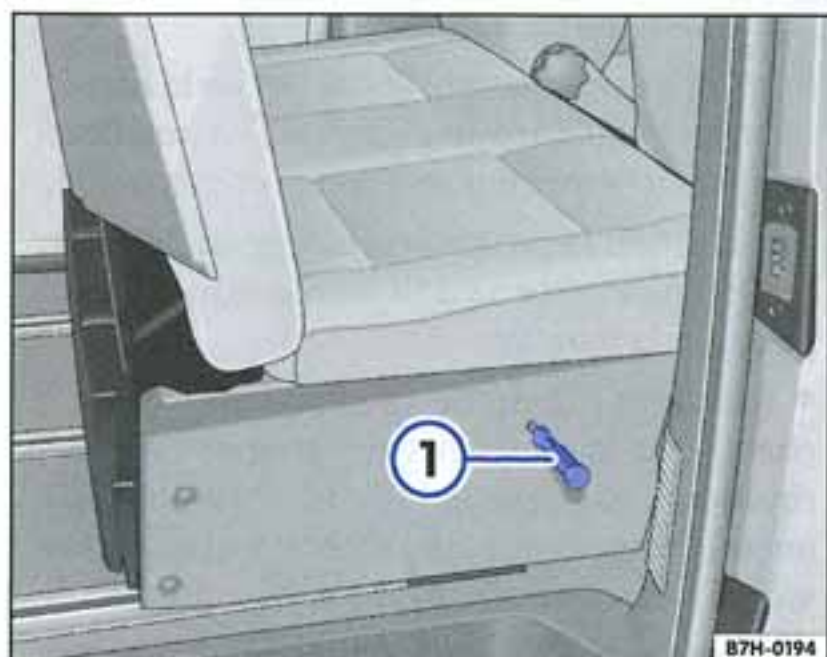

Fig. 16 Banquette/couquette avec mécanisme de verrouillage bloqué à l'aide du tournevis ①
- Maintenez le levier ① en position et insérez le tournevis dans le trou de la banquette/couquette ⇒ **fig. 16** ①. Ceci entraîne le blocage du mécanisme de verrouillage de la banquette/couquette ⇒ .
- Assurez-vous que l'embout plat du tournevis est inséré dans le trou de la banquette/couquette ① et que le mécanisme de verrouillage de la banquette/couquette est bloqué.
- Insérez la banquette/couchette avec ses pieds dans les évidements des rails de sièges ⇒ page 33, fig. 16.